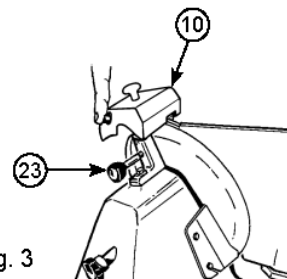

Fig. 3
Après avoir vérifié la présence de bavures, mettez l'interrupteur (5) en marche et appuyez doucement sur le bouton pendant environ 3 secondes pour retirer la bavure produite pendant l'affûtage. Remettez le bouton gradué (6) en position "0". • Après affûtage, remontez le module aiguiseur (9) dans sa position d'origine, voir Fig. 3 et nettoyez le bord de la lame et les roues avec de l'alcool. • Après plusieurs opérations, enlevez tout résidu de la meule d'affûtage avec de l'alcool et une brosse.